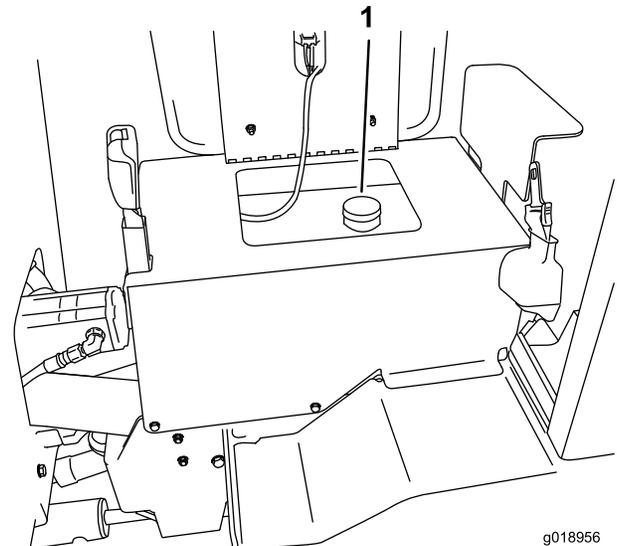

Figure 7
2. Retirez le bouchon du réservoir de carburant (Figure 7).